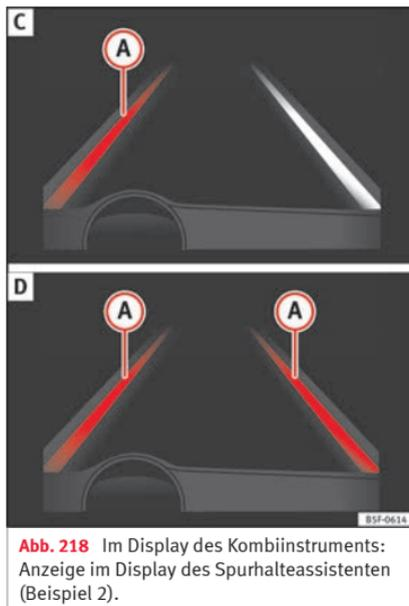

Abb. 218 Im Display des Kombiinstrumentes: Anzeige im Display des Spurhalteassistenten (Beispiel 2).
- System arbeitet; die hervorgehobene Linie (A) zeigt an, dass die Gefahr einer unabsichtlichen Überschreitung der Begrenzungslinie bestand. Das System korrigiert über die Lenkung die Fahrtrichtung » **Abb. 218 C**.
- Die beiden hervorgehobenen Linien (A) leuchten gleichzeitig auf, wenn beide Begrenzungslinien erkannt sind und die Funktion adaptive Spurführung » **Abb. 218 D** eingeschaltet ist.